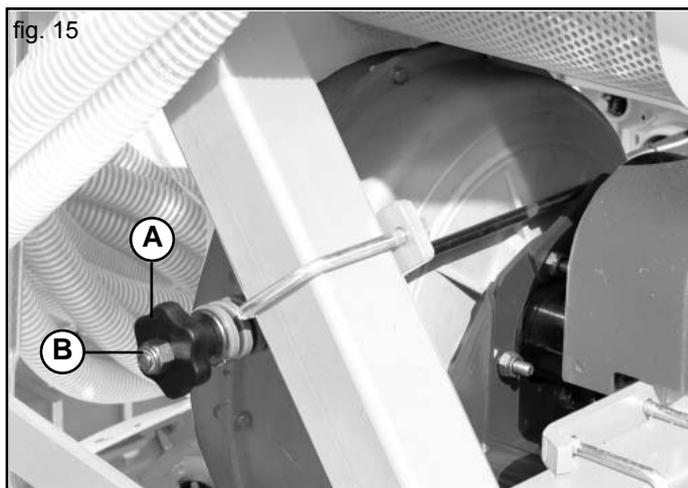
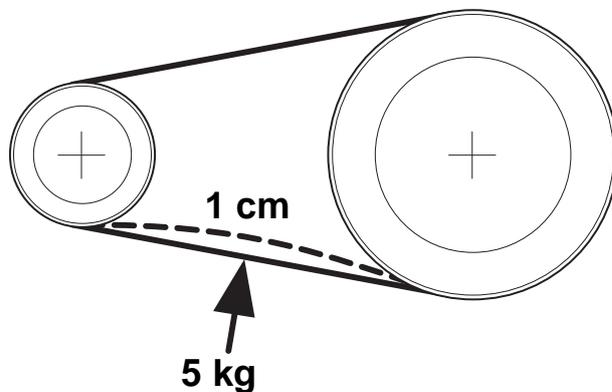

fig. 15
fig. 16
- 2) Regolare il tensionamento delle cinghie mediante il pomello (A Fig. 15). Premere sulla cinghia, nella zona centrale fra le due pulegge, con una forza di circa 5 Kg, la forza deve provocare una deformazione sulla singola cinghia di max. 1 cm (Fig. 16).
Per la sostituzione delle cinghie di trasmissione, allentare completamente la tensione delle stesse per mezzo del pomello (A Fig. 15).
**Attenzione: NON RIMUOVERE mai il dado B (Fig. 15).**